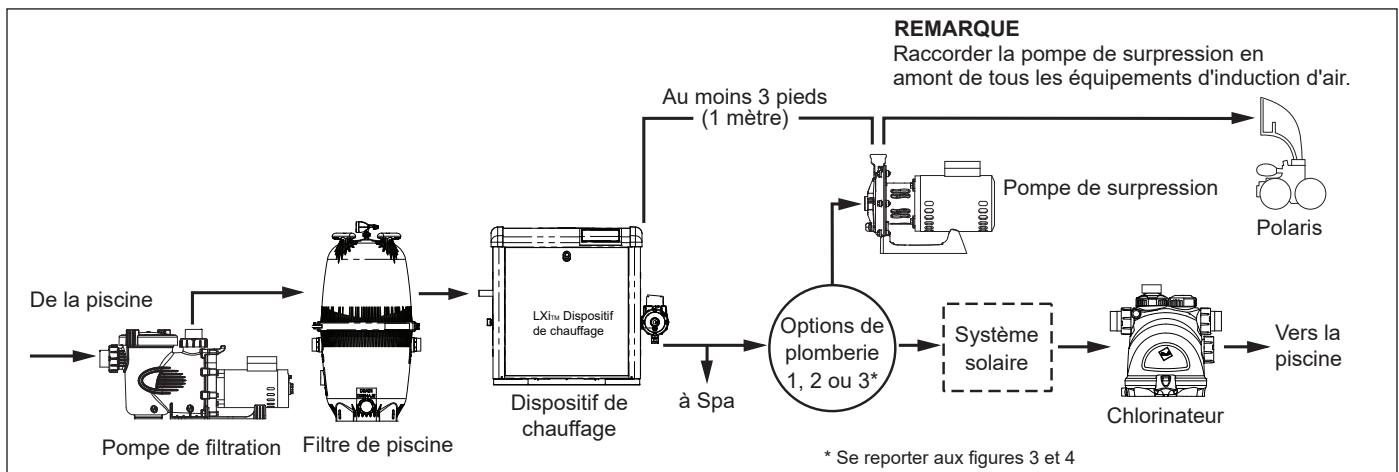

Figure 2. Disposition typique de l'équipement
Pour assurer le bon fonctionnement de la pompe et du nettoyeur, se référer à la Figure 2 et respecter les directives suivantes pour l'équipement spécifique.
2. Si un réchauffeur est installé sur le système, adapter l'entrée de la pompe de surpression dans la conduite de retour en aval et à au moins trois (3) pieds (1 mètre) de la décharge du réchauffeur. Se reporter à la Figure 2. **Ne pas adapter l'entrée de la pompe de surpression dans la section de trois pieds (1 mètre) du tuyau du dissipateur thermique qui sort directement du radiateur.**